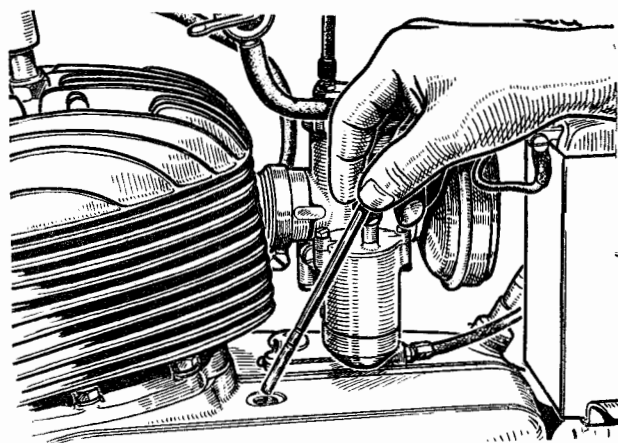

Fig. 5
- b) S'assurer du niveau d'huile dans la boîte au moyen de la jauge. (Fig. 5.)